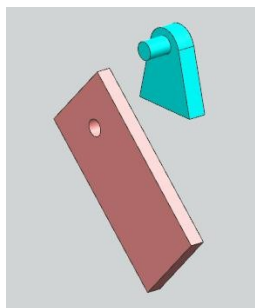

Рис.1, вариант 1
•Создайте несложный механизм с одним *вращательным шарниром* (рис.1 – 5), и выполните его анимацию.